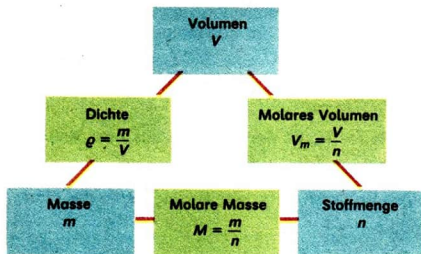

Abb. 42
**Proportionalität zwischen Größen.** Die gesetzmäßigen Zusammenhänge zwischen Masse, Volumen und Stoffmenge einer Stoffprobe sind grundlegend für Berechnungen in der Chemie (Abb. 42). Die Dichte, die molare Masse und das molare Volumen sind physikalische Größen, die für einen Stoff charakteristisch sind. ① ②
- ① Erläutere die Beziehungen, die zwischen den in der Abbildung 42 angegebenen physikalischen Größen bestehen!
- ② Berechne für eine Stoffprobe Kohlendioxid der Stoffmenge von 2 mol die entsprechende Masse und das entsprechende Volumen!
- ③ Gib für die chemische Reaktion von Wasserstoff mit Chlor die Volumenverhältnisse an, in denen die Stoffproben der beteiligten Gase stehen!
- ④ Bestätige rechnerisch das Volumenverhältnis, in dem Stoffproben von Wasserstoff und Sauerstoff miteinander reagieren! Verwende die Größengleichung  $V = n \cdot V_m$ !
- ⑤ Nenne vier Stoffe, die unter den Bedingungen des Normzustands gasförmig sind!
- ⑥ Wasser kann durch elektrischen Strom zerlegt werden. 20 ml Sauerstoff sammeln sich in einem dafür vorgesehenen Teil einer Apparatur an. Welches Volumen hat die Stoffprobe des sich gleichzeitig bildenden Wasserstoffs?